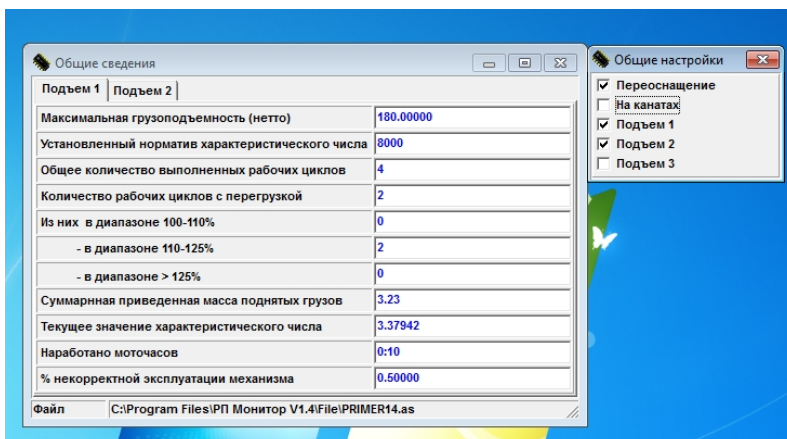
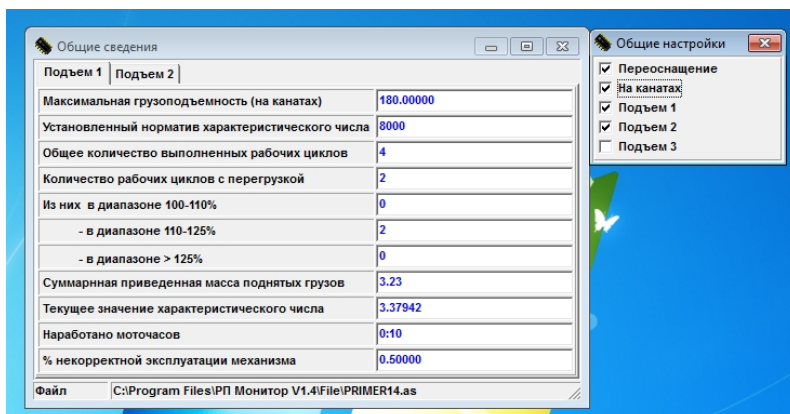

Рис.13
Рис.14
- общие сведения, Рис.13 или Рис.14 в зависимости от типа выбранных грузовых характеристик;